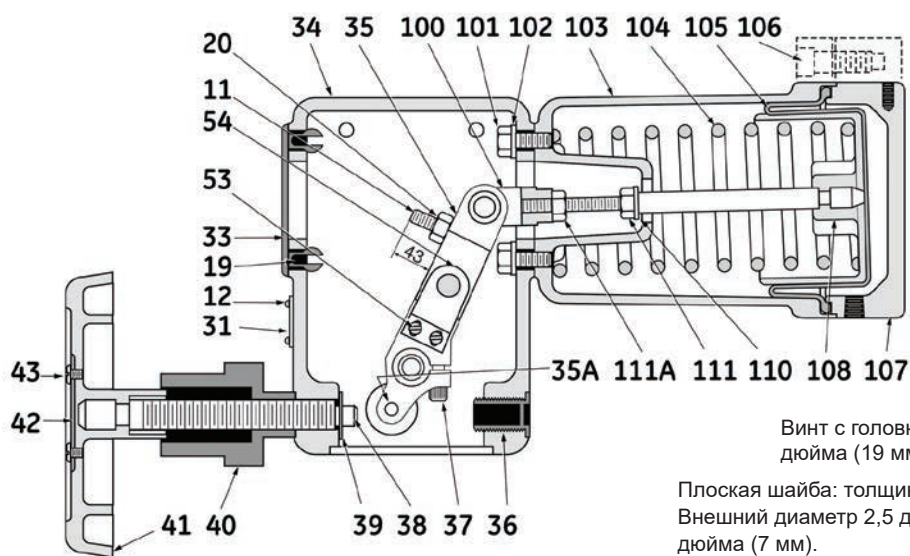

Рисунок 6
1. Изолируйте клапан MiniTork и сбросьте давление рабочей среды внутри корпуса. Снимите переднюю крышку (21), заднюю крышку (18) и крышку цилиндра пружины (33).
2. Подайте в привод достаточное давление, чтобы рычаг (35) занял промежуточное положение. Снимите зажим штифта скобы (22) и штифт скобы (24), после чего сбросьте давление.
3. Выкрутите болты (101) и снимите стопорные шайбы (102). Отсоедините привод, после чего прикрепите его к противоположной стороне траверсы (34) с помощью болтов (101) и стопорных шайб (102), приложив подходящие моменты затяжки. В таблице на рисунке 5 указаны моменты затяжки болтов с учетом размера привода.
4. Переверните ограничитель хода (11) на рычаге (35). Ограничитель хода должен всегда устанавливаться на противоположной от скобы (100) стороне. Он устанавливается на расстоянии 43 мм (см. рисунок 6).
5. Снимите стопорное кольцо (38) и шайбу (39). Снимите маховик (41), фиксатор маховика (40) и резьбовую заглушку маховика (36). Установите маховик (41) и фиксатор маховика (40) на стороне траверсы, противоположной относительно привода. Установите на место шайбу (39), стопорное кольцо (38) и резьбовую заглушку маховика (36).
6. Подсоедините воздухопровод к приводу, после чего выполните регулировку нуля привода и рычага (35), следуя процедуре, описанной в разделе «Регулировка штока привода».
7. Повторно подсоедините к приводу (или навесному оборудованию) все пневматические и электрические линии. Установите на место крышки (18), (21) и (33).
Регулировка штока привода (Рисунок 6)
- b) Также убедитесь, что рычаг (35) находится в правильном положении на валу. Обратите внимание на метки, нанесенные во время разборки. После замены деталей оцените их относительное положение, установив напротив до монтажа. Для этой цели, если вал и/или диск заменены и не скреплены вместе, не забудьте совместить паз на конце вала с диском (диск зафиксирован в закрытом положении).
7. Вставьте две одинаковые прокладки между диском и корпусом клапана с обеих сторон вала (**кроме клапанов, оснащенных вкладышем**). Если установлен новый диск и/или вал, вставьте вал до упора в шарикоподшипник (25), используя шайбу подходящего размера и винт с внутренним шестигранником (размеры указаны на рисунке 7). Убедитесь, что паз на конце вала по-прежнему совмещен с диском.
8. Установите привод и закрепите его с помощью болтов (101) и стопорных шайб (102), приложив момент затяжки, указанный на рисунке 5.
9. Если ограничитель хода (11) снят, его необходимо снова установить на расстоянии 43 мм на противоположной стороне относительно скобы (100), а затем зафиксировать гайкой (20) (см. рисунок 6).
10. Соедините скобу и привод на рычаге (35) следующим образом.